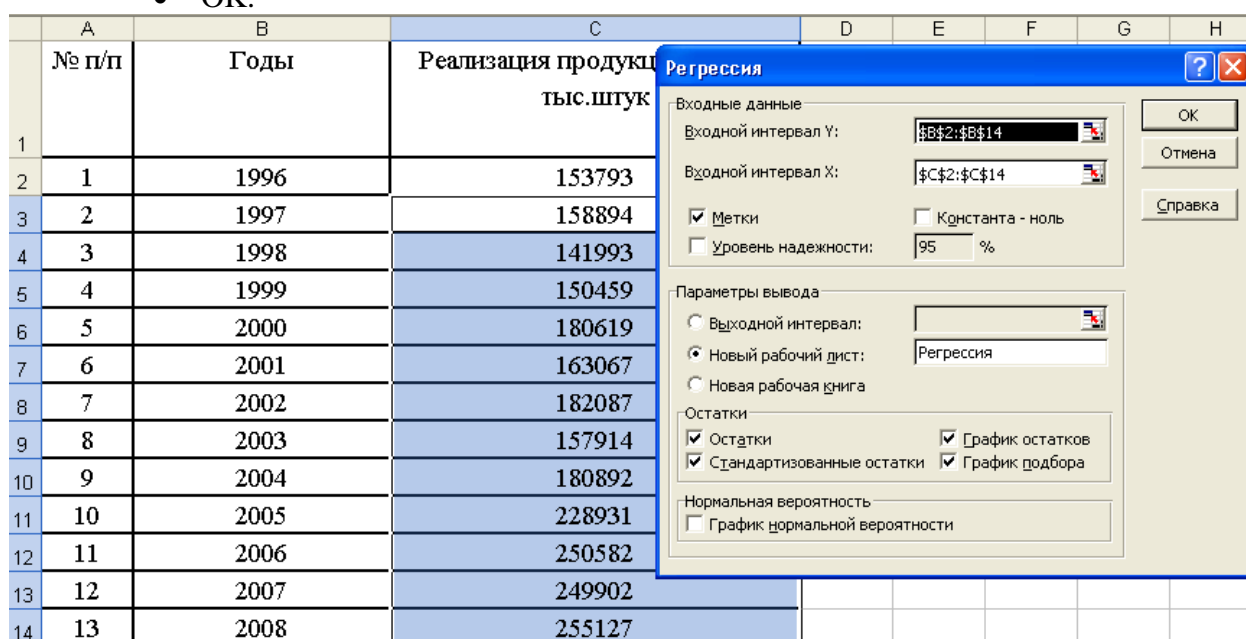

Рисунок 5.1. Диалоговое окно Регрессия подготовлено к выполнению анализа данных
- в диалоговом окне Регрессия в поле «Входной интервал Y» введите адрес одного диапазона ячеек, который представляет зависимую переменную. В поле «Входной интервал X» введите адреса одного или нескольких диапазонов, которые содержат значения независимых переменных (рисунок 5.1);